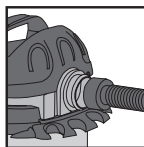

FIGURE 18
39. Votre aspirateur peut être utilisé en tant que puissante soufflerie. Pour cela, débouchez le tuyau flexible de toute obstruction éventuelle. Insérez l'extrémité du tuyau flexible de l'appareil dans la sortie réservée à la soufflerie et située à l'arrière de l'appareil **FIGURE 18.** Tournez-la